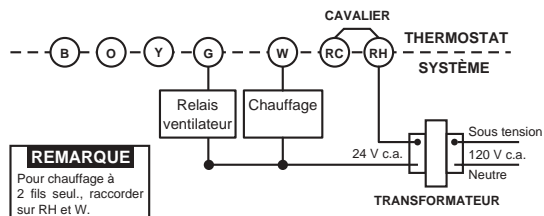

Figure 2. Schéma de câblage typique, installation de chauffage seulement à 3 fils et transformateur unique
- Raccorder les fils sous les bornes à vis du socle en se fiant au schéma de câblage qui convient (fig. 2 à 7).